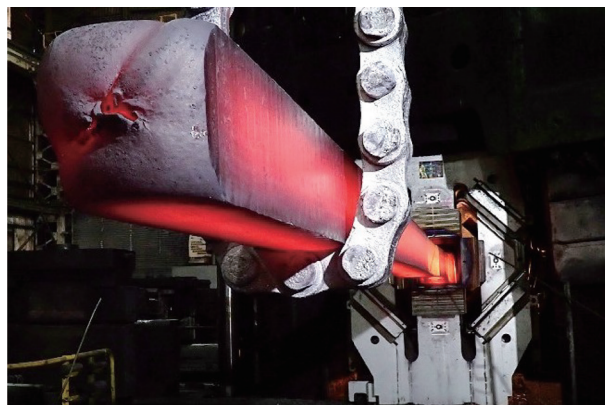

図2 四面鍛造の様子(角断面)
- ①二面鍛造に比べて高い鍛造効率
- ②鍛造寸法精度向上による余肉削減、歩留まり改善
- ③鍛造時の内部発熱及び鍛造時間短縮による再加熱回数の低減
- ④四面同時圧縮による鍛造内圧の増加と鍛造後の材料均質性の向上
- ⑤既存プレスに組み込むだけで多様な製品(展伸用金属で断面は丸、正方形、多角形、段付き、中空など)を製造可能(図2)